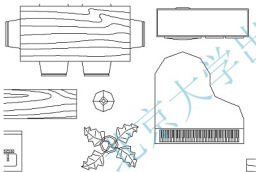
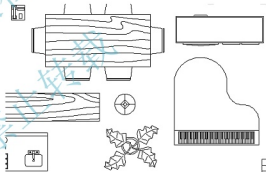

图 1.18 折线形式显示的圆弧
图 1.19 执行【重生成】命令后的圆弧
(2) 重生成: 绘图进行一段时间后, 绘图区域的某些弧线和曲线会以折线的形式显示, 如图 1.18 所示, 这时就需要执行菜单栏中的【视图】|【重生成】或【视图】|【全部重生成】命令重新生成图形, 并重新计算所有对象的屏幕坐标, 使弧线和曲线变得光滑, 如图 1.19 所示。同时, 【重生成】命令还可以整理图形数据库, 从而优化显示和对象选择的性能。